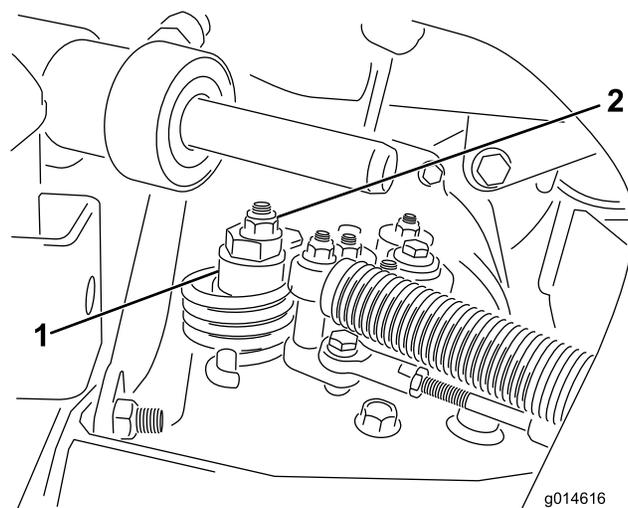

図 39
- 偏芯ナットをハイドロスタット上部に止めているナットをゆるめる 図 39。
- どちらにも車輪が回らないように偏芯ナットを回して調整する。調整ができれば固定ナットを締める 図 39。スロットル低速 および高速位置で調整が正しいことを確認する。